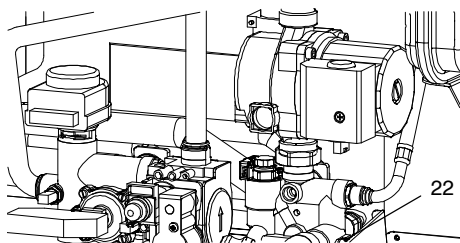

fig. 9.11
- 2 Allentare il rubinetto di svuotamento caldaia 22 in fig. 9.11